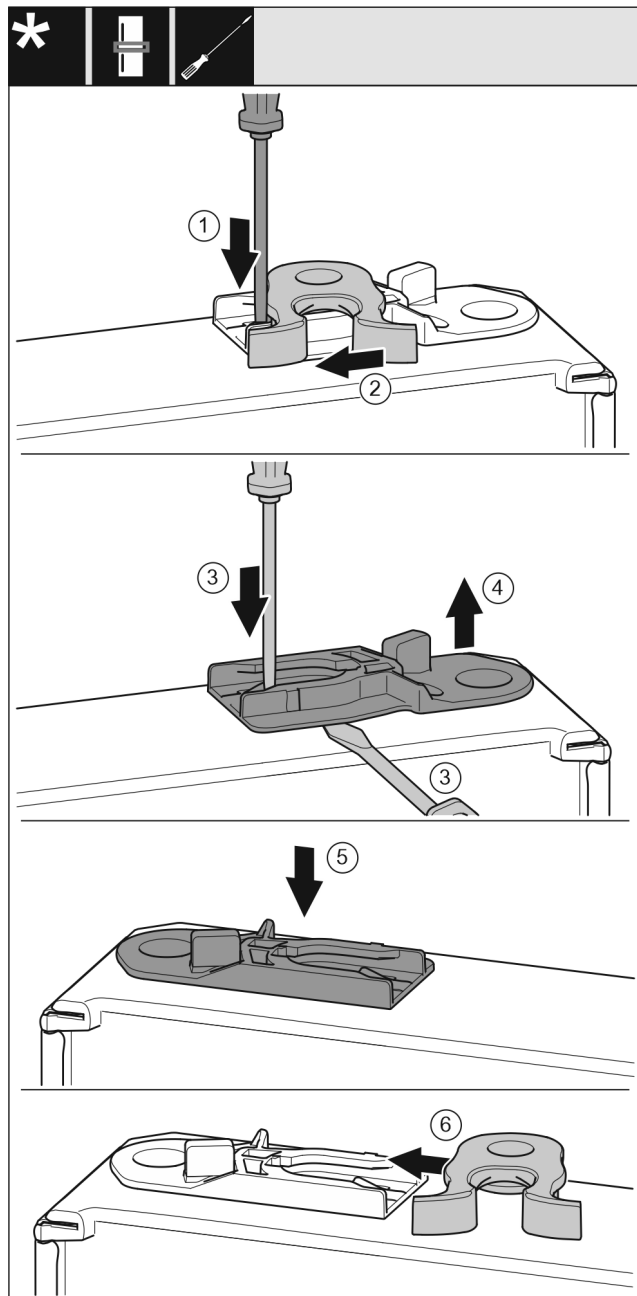

Fig. 52 *
- ▶ Nyomja le a fedőlemezt Fig. 52 (1) lapos csavarhúzóval.*
- ▶ Húzza ki a záróhorgot Fig. 52 (2) a vezetősínből.*
- ▶ Húzza ki a vezetőhüvelyt Fig. 52 (3, 4): Nyomja a fedőlemezt lapos csavarhúzóval, és közben nyúljon lapos csavarhúzóval a vezetőhüvely alá.*
- ▶ Tolja be a kiszállított csomagban található vezetőhüvelyt Fig. 52 (5) a ház másik oldalára.*
- ▶ Tolja be a záróhorgot Fig. 52 (6) a vezetősínbe.*